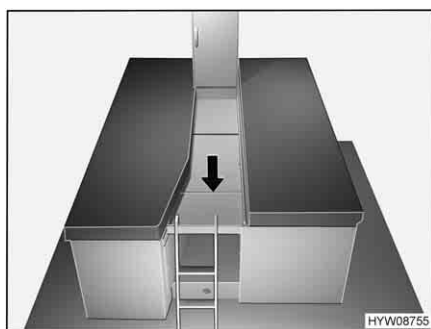

Fig. 70 Preparazione dell'allargamento letto
- Aprire l'allargamento letto e posizionarlo tra i letti singoli, come illustrato nella Fig. 70.